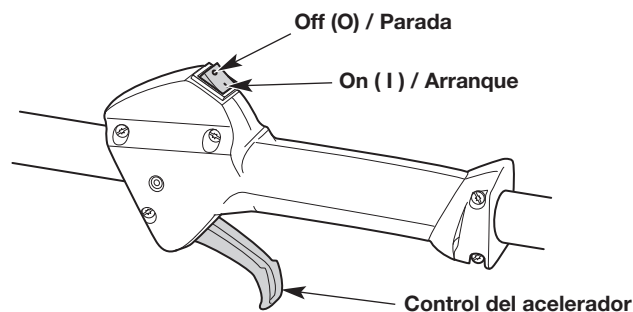
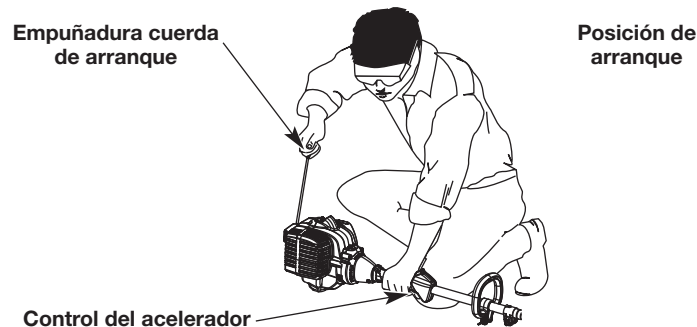

Fig. 8
Fig. 10
ADVERTENCIA: Se debe evitar arrancar accidentalmente la unidad. A fin de evitar que se produzcan lesiones graves, el operador y la unidad deben estar en una posición estable cuando se jala la cuerda de arranque (Fig. 10).
NOTA: No es necesario encender la unidad. El interruptor de encendido/apagado está en la posición ON (1) (encendido) en todo momento (Fig. 8).
5. Agacharse en la posición de arranque (Fig. 10).
6. Apriete el control del acelerador (Fig. 8) y tire de la cuerda de arranque con un movimiento controlado y firme **5 veces** (Fig. 10).
2. Oprima y mantenga apretado el interruptor de encendido/apagado en la posición OFF (O) (apagado) hasta que el motor se pare por completo (Fig. 8).